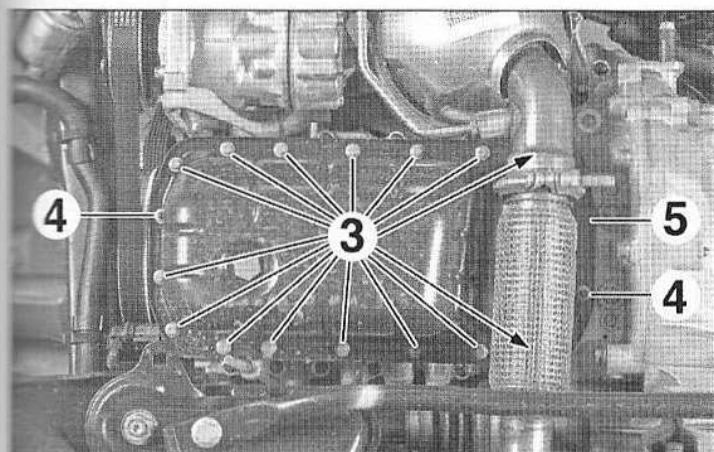

FIG.12
- Déposer les vis (3) du carter d'huile (Fig.12).
- Desserrer les écrous (4).
- Décoller le carter d'huile (5).
- les écrous (4),
- le carter d'huile (5).